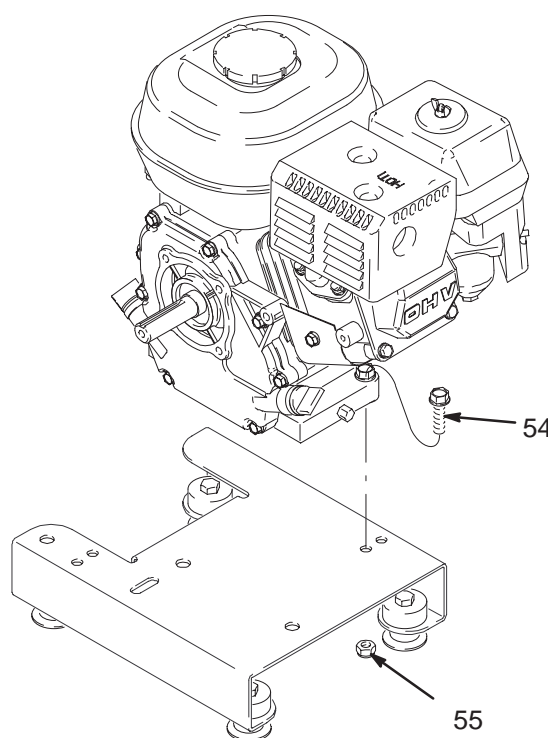

Fig. 14
3. Fig. 14. Enlever les deux écrous (55) et vis (54) de l'embase du moteur.
2. Fig. 14. Mettre les deux vis (54) en place sur l'embase du moteur et les freiner avec les écrous (55).